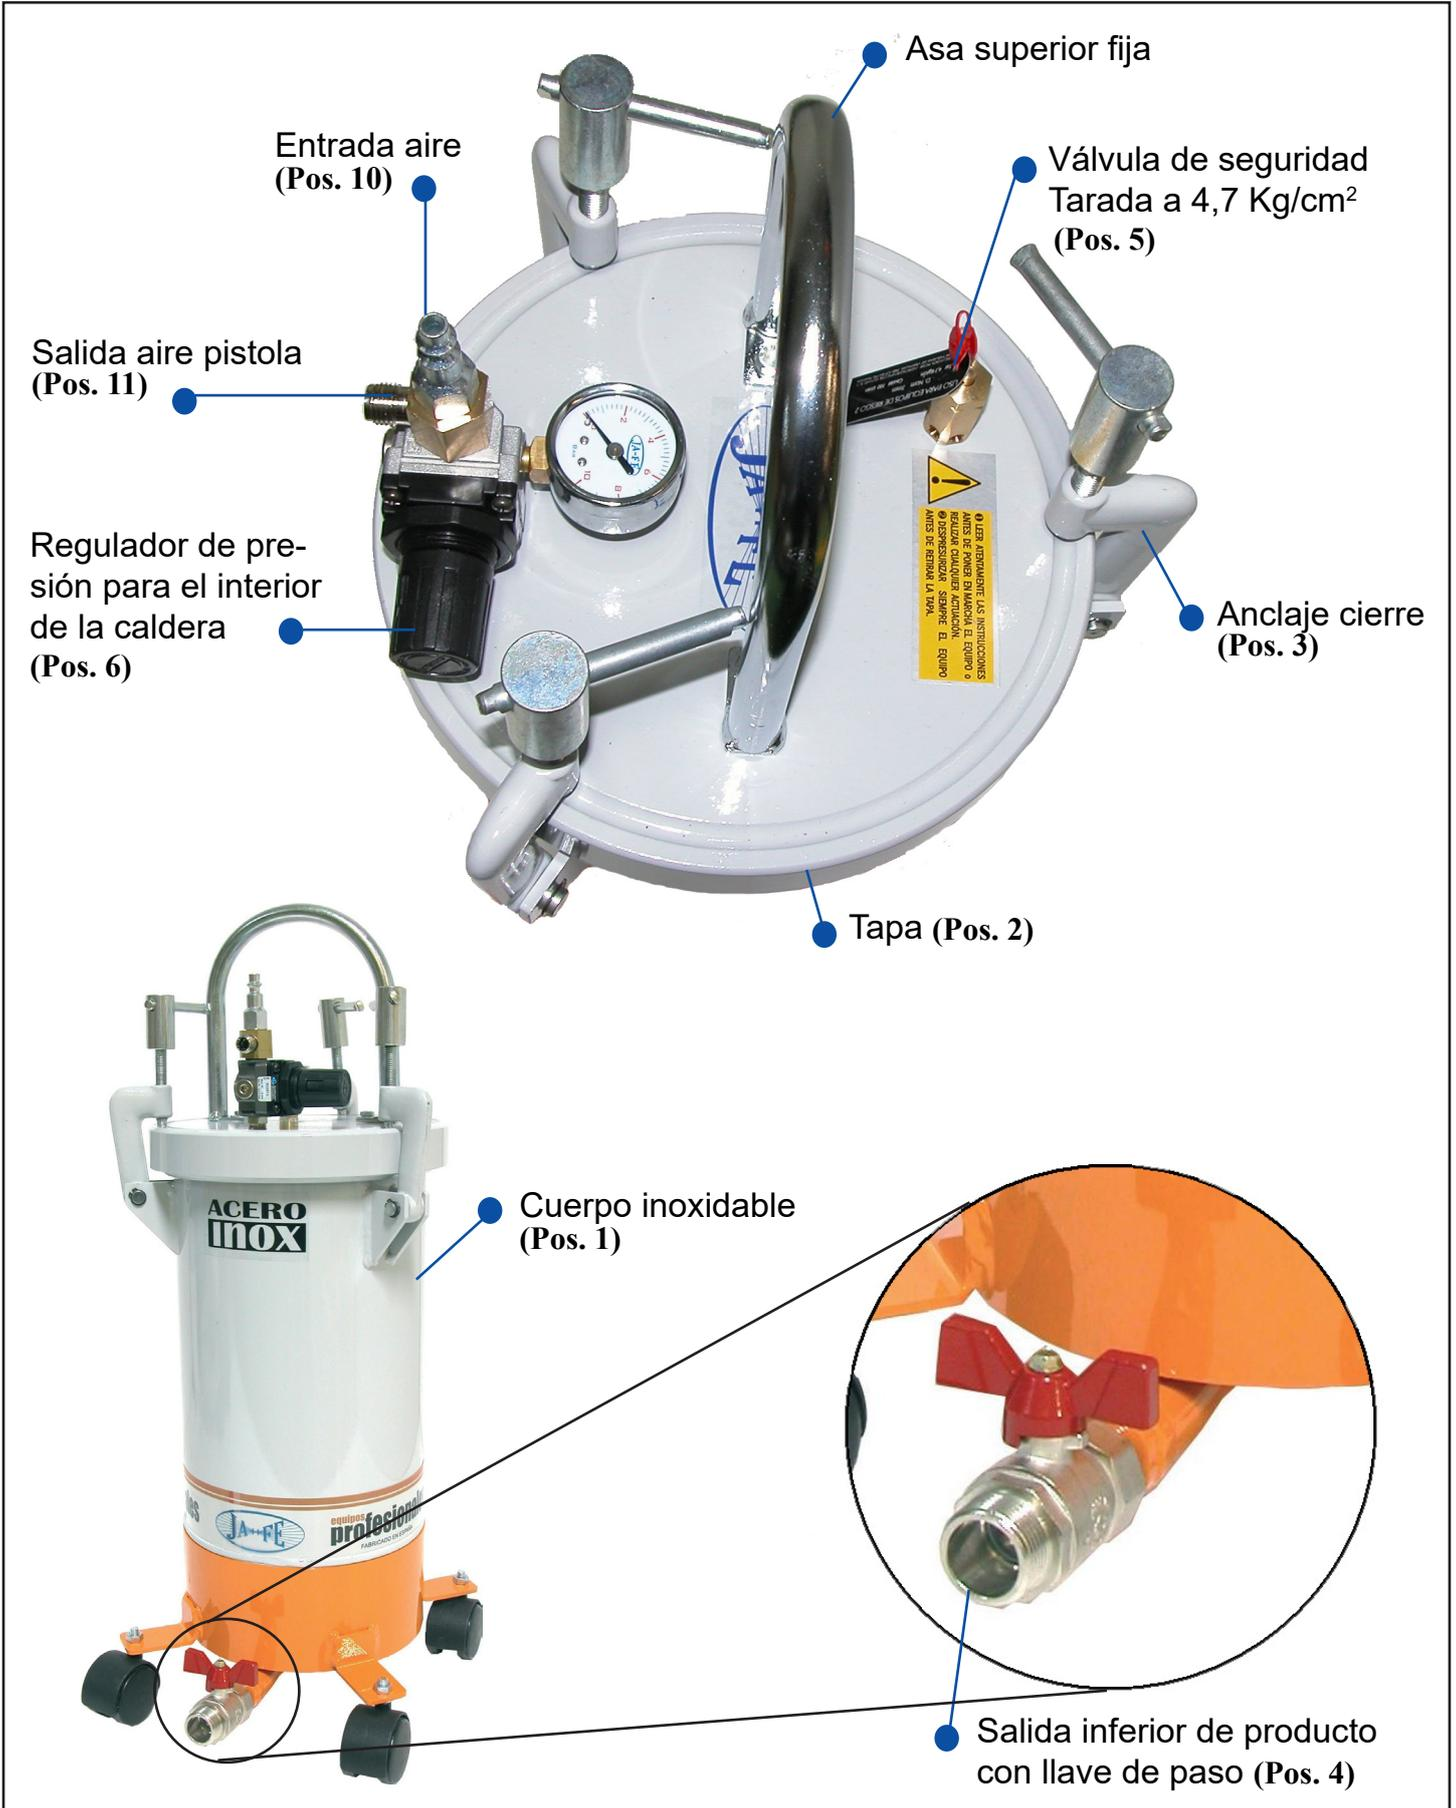

FIGURA-2
La caldera se compone principalmente del cuerpo (*pos. 1, Figura 2*) y de la tapa (*pos. 2*).
- 2) Abra la tapa (*pos. 2 Figura 2*) aflojando las bridas (*pos. 3 Figura 2*).
- 4) Al terminar la carga, cierre la tapa (*pos. 3 Figura 2*) apretando las bridas (*pos. 3 Figura 2*).
5) Accione el regulador de presión de aire (*pos. 6 Figura 2*) para controlar la presión del interior del calderín y regule la presión de pulverizado desde la pistola hasta ajustar las presiones de trabajo.